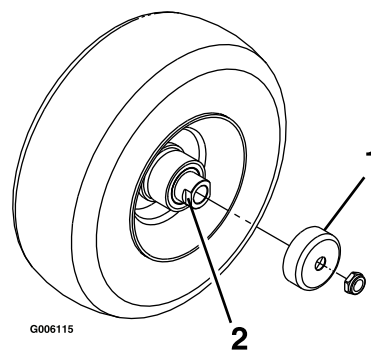

Figure 36
4. Déposez les protège-joints du moyeu de roue (Figure 36).